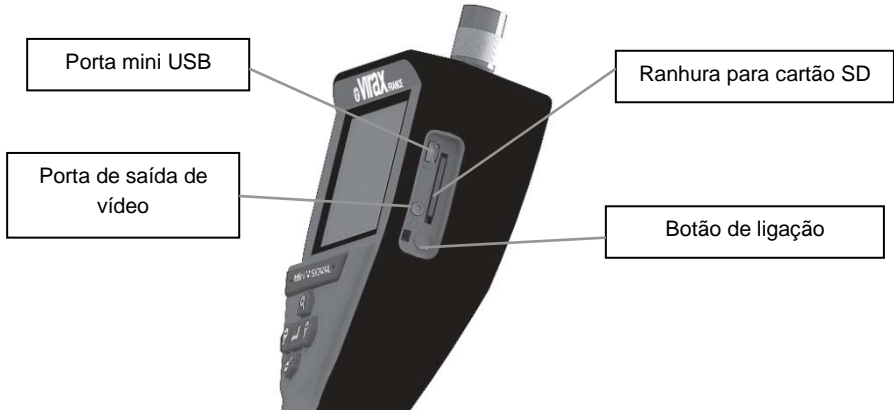

Figura 8 - Ligação USB para transferência
- 1- Utilize o cabo mini USB para ligar o mini VISIOVAL ao computador (Figura 8).